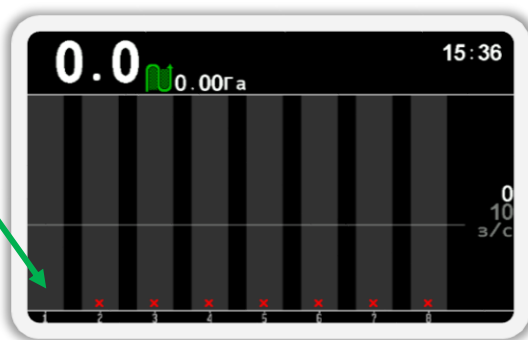

Рисунок 58
3. Находясь на главном экране (см. Рисунок 58), нужно открыть главное меню нажатием кнопки  «Меню».